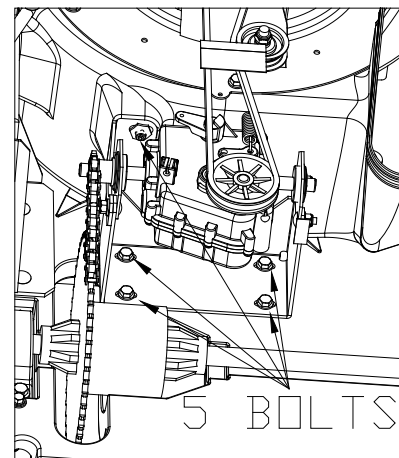

Figura 21
11. Afrouxe os 5 parafusos que seguram o sistema do acionador (Figura 21 da página anterior). Deslize-o para a esquerda ou direita e então verifique o alinhamento usando uma borda reta. Aperte os 5 parafusos e repita o passo 8.